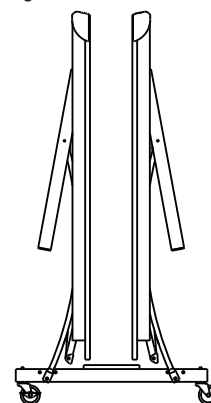

Figura 9
4. Levante la otra mitad del tablero de la misma manera. Ver **Figura 9**.